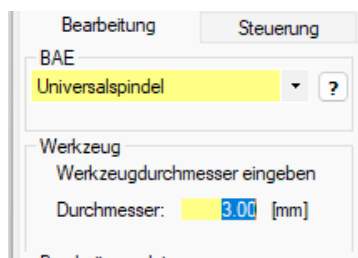

Bild 2: Werkzeugdurchmesser geändert
4. Innerhalb des Technologiefensters für die Gruppe 2 über den Reiter *Bearbeitung* einen anderen Fräser angeben (Bild 2).